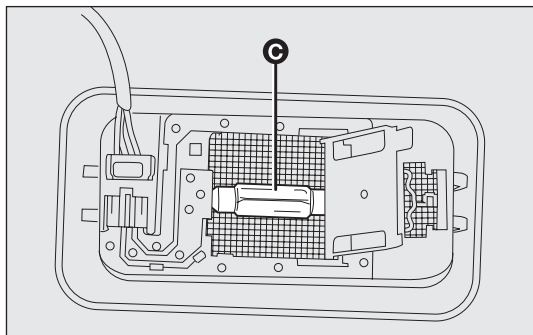

fig. 170
- ❑ remplacer l'ampoule C-fig. 170 en la dégageant des contacts latéraux, puis monter la nouvelle ampoule en s'assurant qu'elle soit correctement bloquée entre ces contacts ;